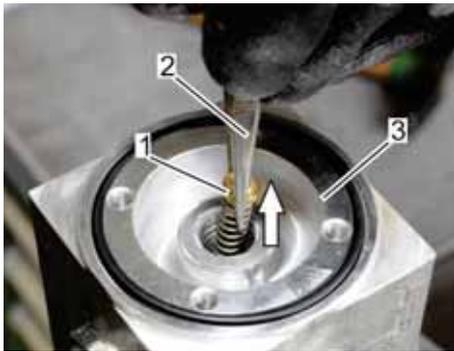

Abb. 39: Federausgleichsstück mit Druckfeder entnehmen
18. Mit einem geeigneten Werkzeug (Abb. 39/2) das Federausgleichsstück mit Druckfeder (Abb. 39/1) aus dem Gehäuse (Abb. 39/3) nehmen.